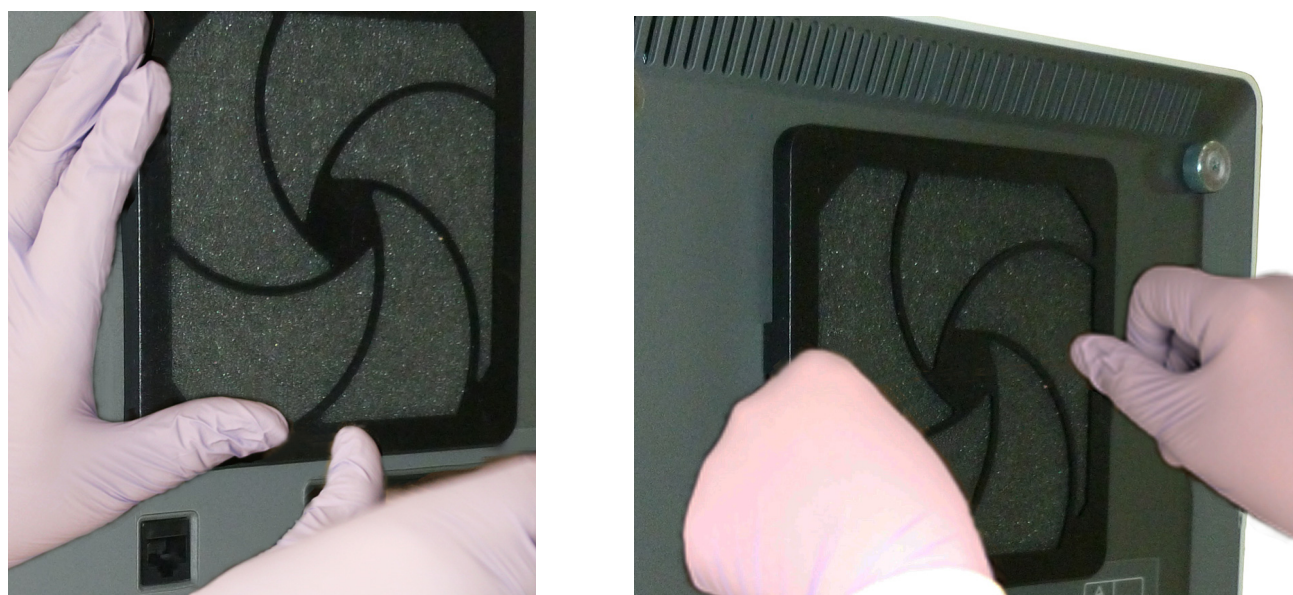

图 9-11. 安装风扇过滤器防护板
7. 将风扇过滤器防护板和过滤器一起放入原位。向风扇外罩用力按防护板两侧，直到卡舌牢固卡到风扇上。按防护板底部，直到卡舌牢固卡到风扇上。参见图 9-11。